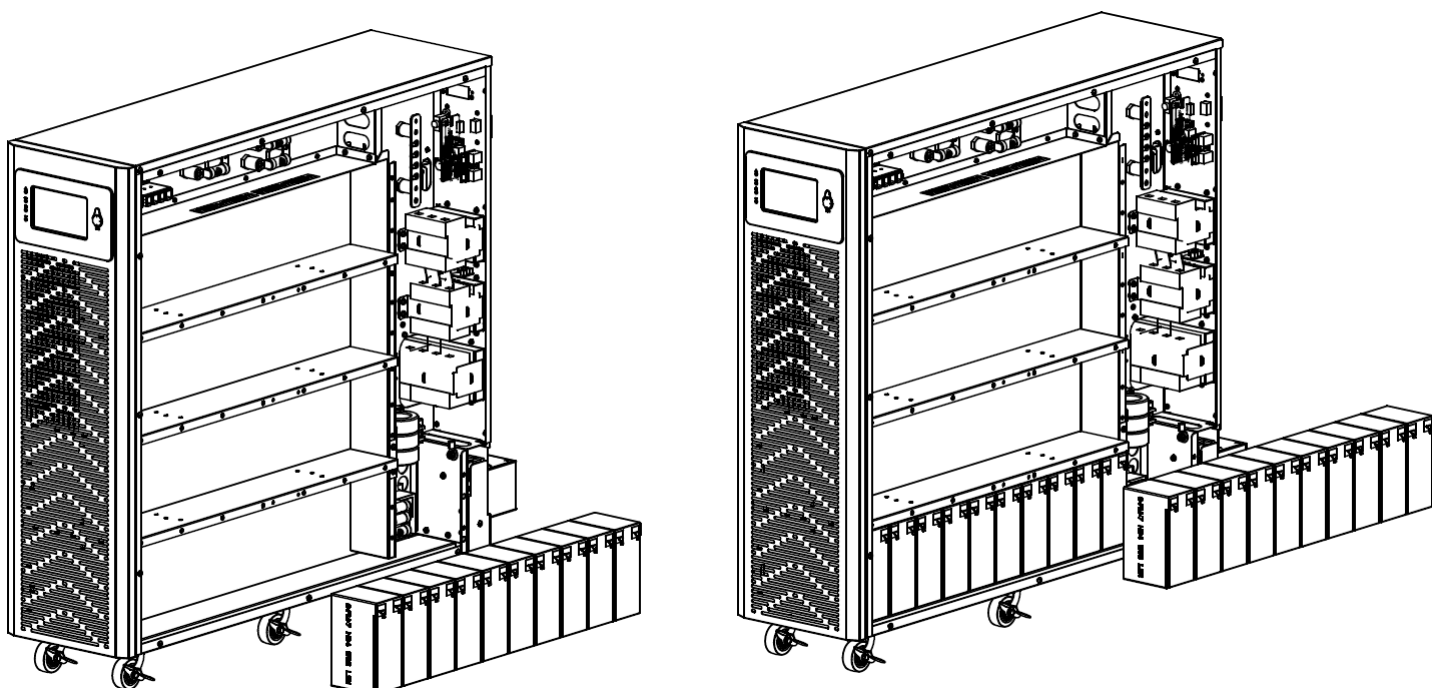

Figure 3-9 : Installer les batteries sur la première et la seconde étagère sur le côté droit.
4. En travaillant de bas en haut, installer 10 batteries sur la première et la seconde étagère sur le côté droit de l'appareil (Figure 3-9). Toujours garder le côté de la borne de toutes les batteries tourné vers le haut.